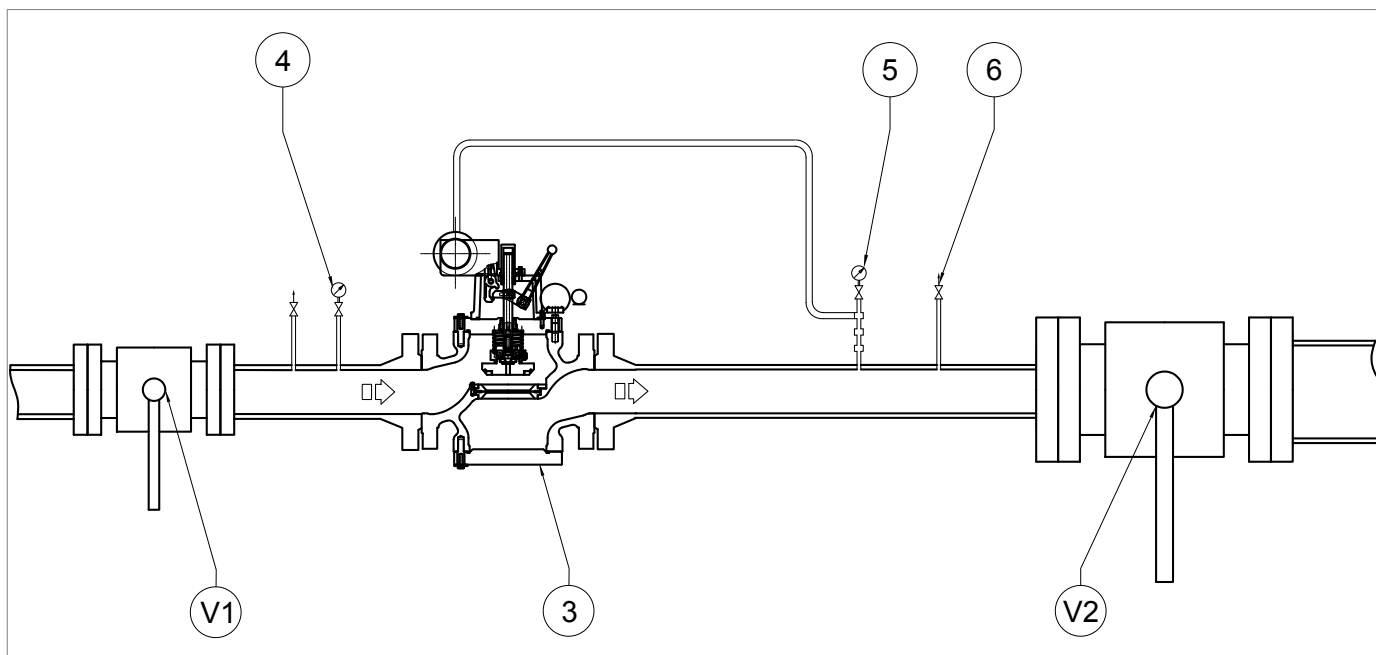

Abb.8.11. Verfahren zur Überprüfung der Dichtheit des Sicherheitsabsperrventils SBC 782
1	Erhöhen Sie den Druck hinter dem Ventil (Pd), um die korrekte Kalibrierung zu überprüfen: • der Leitung, unter Verwendung einer externen Druckquelle • des Druckschalterkopfes, siehe Abschn. "8.4.3 - Druckbeaufschlagung mit externer Quelle". ! HINWEIS! Prüfen Sie den Druck mithilfe des nachgeschalteten Manometers (Abb.8.11 Nr.5). Wenn das Sicherheitsabsperrrventil: • vor dem eingestellten Druckwert auslöst: den Einstellring (13) im Uhrzeigersinn anziehen, um die Feder (11) stärker zusammenzudrücken; • bei dem eingestellten Druckwert nicht auslöst: den Einstellring (13) lösen (gegen den Uhrzeigersinn), um die Feder (11) zu entspannen.
2	Den Druck im Druckschalterkopf mit Hilfe des Ablasshahns (3) der externen Quelle oder des Ablasshahns (Abb.8.11, Bez. 6) ablassen.
1	Öffnen Sie den Hahn (Abb.8.11, Nr.6) teilweise und halten sie ihn für die nächsten Schritte offen.
2	 HINWEIS! Prüfen Sie den Druck mithilfe des nachgeschalteten Manometers (Abb.8.11 Nr.5). Wenn das Sicherheitsabsperrventil: • vor dem eingestellten Druckwert auslöst: den Einstellring (15) lösen (gegen den Uhrzeigersinn), um die Feder (17) zu entspannen; • bei dem eingestellten Druckwert nicht auslöst: den Einstellring (15) im Uhrzeigersinn anziehen, um die Feder (17) stärker zusammenzudrücken.
3	Schließen Sie den Ablasshahn (Abb.8.11, Nr.6).
1	Erhöhen Sie den Nachdruck (Pd) bis zum Auslösewert des Sicherheitsabsperrentils, um die korrekte Einstellung zu überprüfen. - der Leitung, unter Verwendung einer externen Druckquelle - des Druckschalterkopfes, siehe "8.4.3 - Druckbeaufschlagung mit externer Quelle". ! HINWEIS! Prüfen Sie den Druck mithilfe des Manometers (Abb.8.11, Nr. 5), der sich nach dem Hauptregler befindet. Wenn das Sicherheitsabsperrentil: vor dem eingestellten Druckwert auslöst: den Einstellring (13) im Uhrzeigersinn anziehen, um die Feder (11) stärker zusammenzudrücken; bei dem eingestellten Druckwert nicht auslöst: den Einstellring (13) lösen (gegen den Uhrzeigersinn), um die Feder (11) zu entspannen.
2	Den Druck im nachgeschalteten Teil durch Öffnen des Ablasshahns verringern (Abb.8.11, Nr. 6), um ihn auf den Einstellwert des Hauptreglers zu bringen.
3	Schließen Sie den Entlüftungshahn (Abb.8.11, Nr. 6).
2	 HINWEIS! Prüfen Sie den Druck mithilfe des nachgeschalteten Manometers (Abb.8.11 Nr.5). Wenn das Sicherheitsabsperrentil: • vor dem eingestellten Druckwert auslöst: den Einstellring (15) lösen (gegen den Uhrzeigersinn), um die Feder (17) zu entspannen; • bei dem eingestellten Druckwert nicht auslöst: den Einstellring (15) im Uhrzeigersinn anziehen, um die Feder (17) stärker zusammenzudrücken.